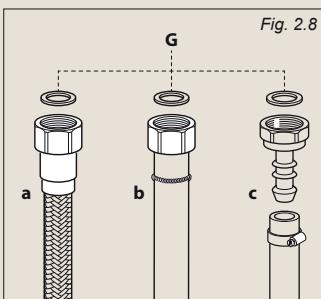

Fig. 2.8
- * Pour le vissage des pièces, prenez la précaution d'utiliser 2 clefs (fig. 2.8).